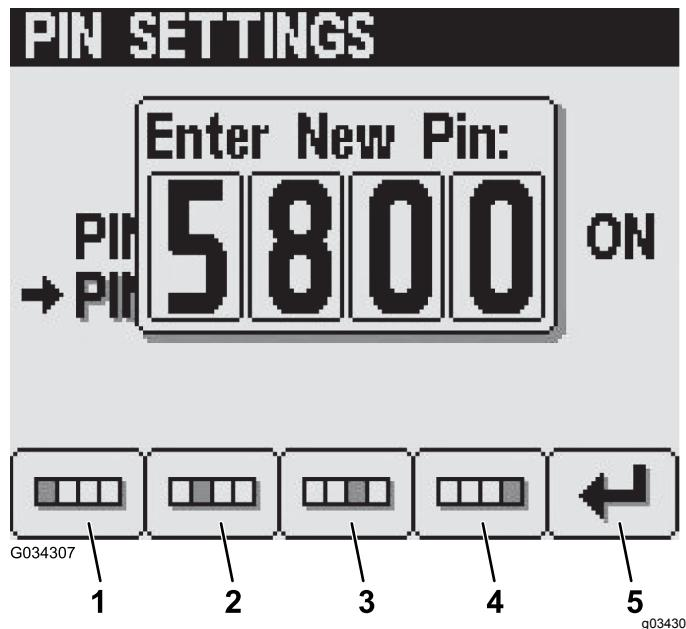

Figura 28
- No ecrã de introdução do novo PIN, prima os botões 1 a 4 para introduzir o seu novo código PIN. Quando terminar a introdução do PIN, prima o botão 5 (Figura 28).